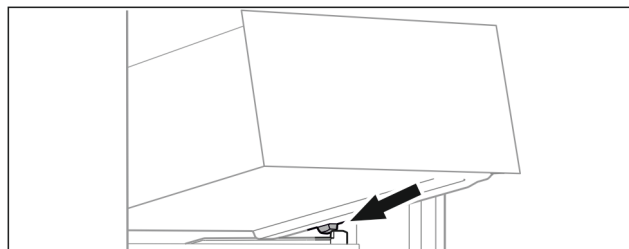

Fig. 67
- ▶ Stavite ladicu ukoso iza zaustavljača na žlijeb spremnika. (pogledajte Fig. 67)